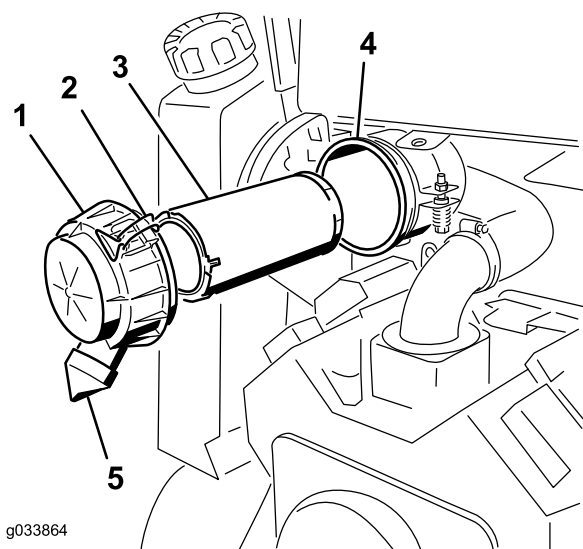

Figure 33
Important: Faites l'entretien du filtre à air uniquement quand l'indicateur de colmatage est rouge (Figure 33). Ne remplacez pas le filtre à air plus fréquemment que nécessaire ; cela ne fait qu'accroître le risque de contamination du moteur par des impuretés quand le filtre est déposé.
4. Déverrouillez le filtre à air et détachez le couvercle du boîtier du filtre (Figure 33).
1. Sortez le préfiltre du boîtier du filtre avec précaution (Figure 33). Évitez de cogner l'élément à l'intérieur du boîtier.
3. Insérez le préfiltre dans le boîtier avec précaution (Figure 33). Assurez-vous qu'il est bien engagé en appuyant sur le rebord extérieur.
4. Reposez le couvercle du filtre à air, le côté portant l'inscription « UP » en haut, et fermez les dispositifs de verrouillage (Figure 33).